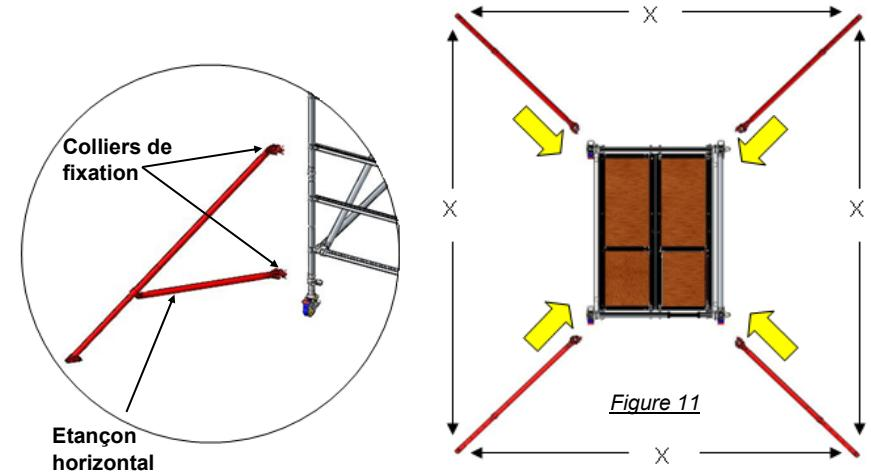

Figure 11
7. Une fois que la plate-forme (de travail) est sécurisée, installer les 4 stabilisateurs (cf. Figure 11) sur les 4 tubes verticaux de la tour à l'aide des colliers de fixations en respectant la dimension 'X' séparant les stabilisateurs de façon à former un carré.